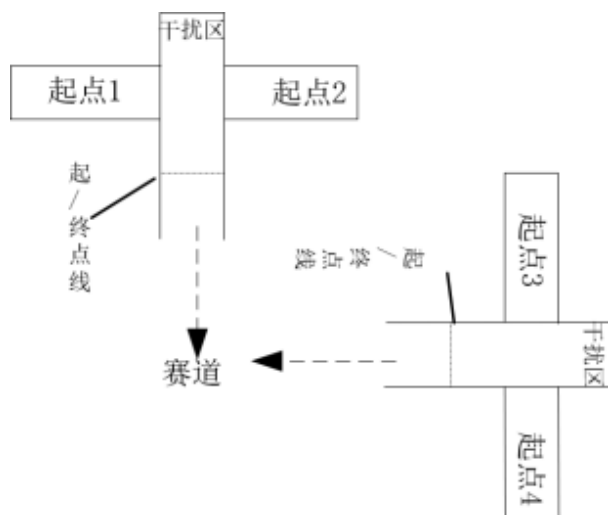
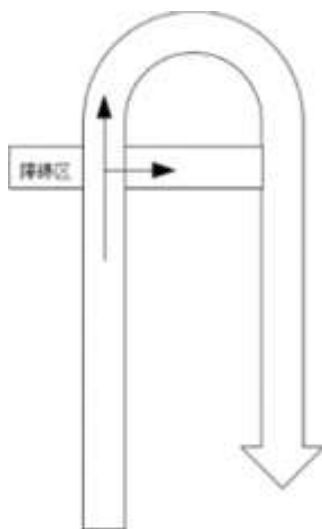

图 1 起点图
图 2 起点-赛道图
1. 开始：赛道设置起点区域与终点区域，两者的形式一致，起点分别位于赛道端点的两侧，如图 1 所示。比赛开始时在四个起点中随机设置机器人的起始位置，机器人在起点处需转向进入赛道，如图 2 所示。比赛开始时，机器人从第一只脚迈过起点线开始计时。